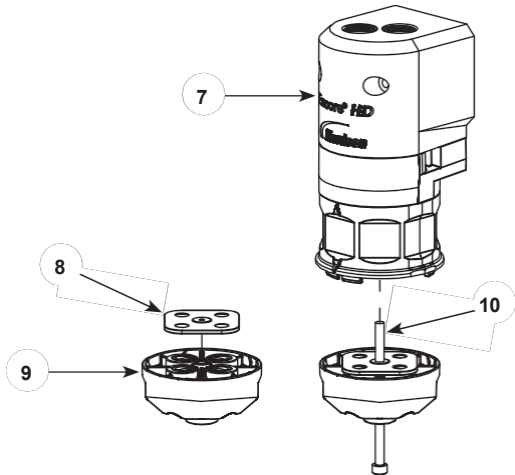

图 24 安装 垫圈和下 Y 型块
3.见图 24。将垫圈 (8) 装在下 Y 型块 (9) 上，然后将长螺钉 (10) 穿过下 Y 型块并拧入夹紧阀罩、上 Y 型块和清洗歧管。用 25-30 英寸 - 磅（2.8- 3.4 牛•米）的扭力拧紧螺钉。
6. 见图 24。泵组装完毕后，完全拧紧长螺钉 (10)，使所有组件 完全组装在一起。